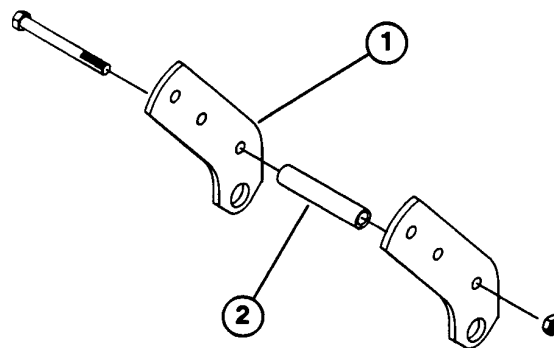

Fig. 3
2. Fjern skruerne og møtrikkerne, der fastholder de bageste drejeplader på højre og venstre ladrammekanaler (Fig. 3).